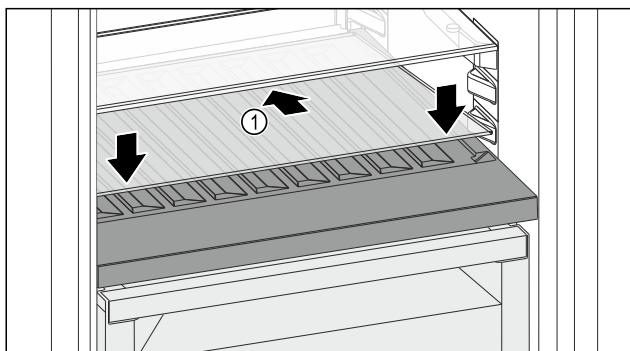

Fig. 151
- Helyezze be ferdén, hátul lefelé döntve az üveglapot Fig. 151 (1).
- Engedje le az üveglap Fig. 151 (1) elejét.